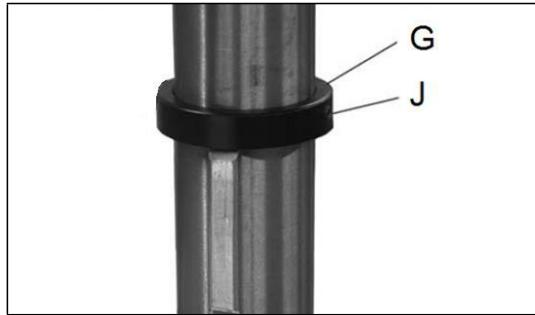

Fig 9
Montieren Sie den Stopring (G, Fig 9) und ziehen Sie den Gewindestift (J) fest.